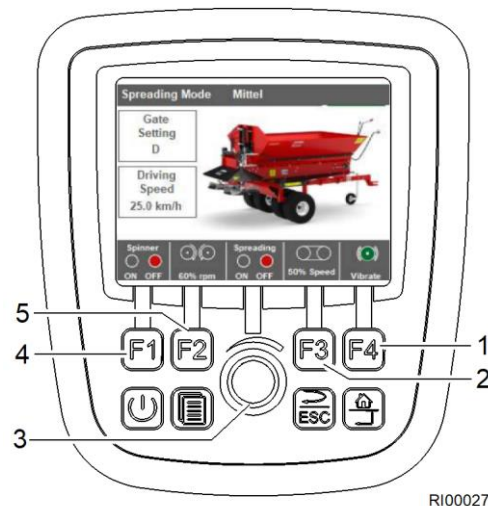

Bild 38 Streubetrieb durchführen
1. F1-Taste (Bild 38/4) drücken. Die Streuteller beginnen sich zu drehen (die Leuchtanzeige leuchtet grün).
2. Wenn die F2-Taste (Bild 38/5) gedrückt wird, kann die Tellerdrehzahl über den Drehregler (Bild 38/3) angepasst werden.
4. Wenn die F3-Taste (Bild 38/2) gedrückt wird, kann die Transportgeschwindigkeit angepasst werden.
5. Option: Wenn die F4-Taste (Bild 38/1) gedrückt wird, beginnen die Vibrationsmotoren zu vibrieren. Vibrationsmotoren bleiben 10 Sekunden lang eingeschaltet und werden danach automatisch ausgeschaltet.